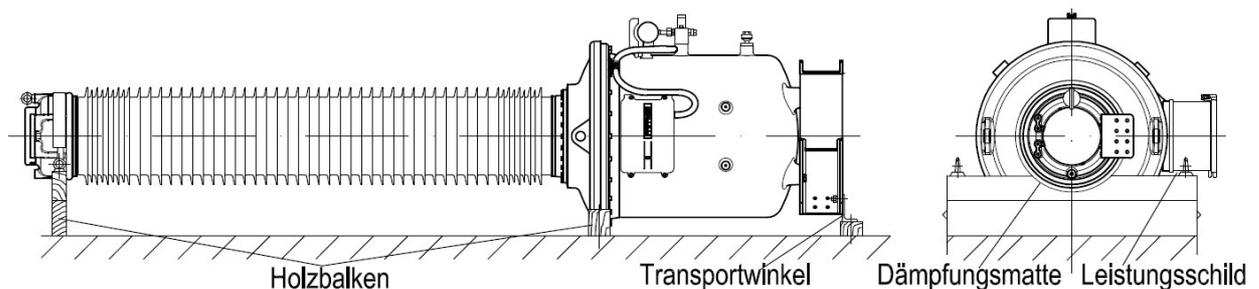

Bild 2: Transportlage des Wandlers
- Der Transport erfolgt liegend. Der Klemmenkasten zeigt zur Seite, das Leistungsschild liegt unten und der Dichtewächter liegt oben (s. Bild 2).
Im Bereich des Kopfgehäuses sowie am Wandlerfuß wird der Wandler mittels passender Holzkeile abgestützt. Dämpfungsmatten zwischen Wandler und Unterlage bzw. Holzkeilen schützen vor Stößen (s. Bild 2).